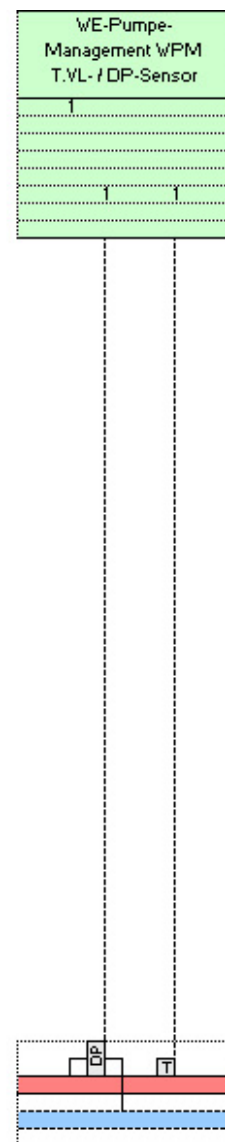

Bild 18
18. Wärmeerzeuger-Nahwärmepumpen-Management (WPM) (Bild 18)